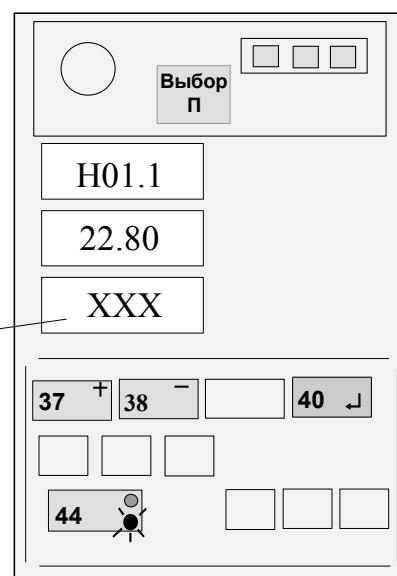

Рисунок 12
4.4.6.3 Нажать на время 1 с кнопку "↓" (40) и, проконтролировав короткий звуковой сигнал, отпустить кнопку (см. рисунок 12).